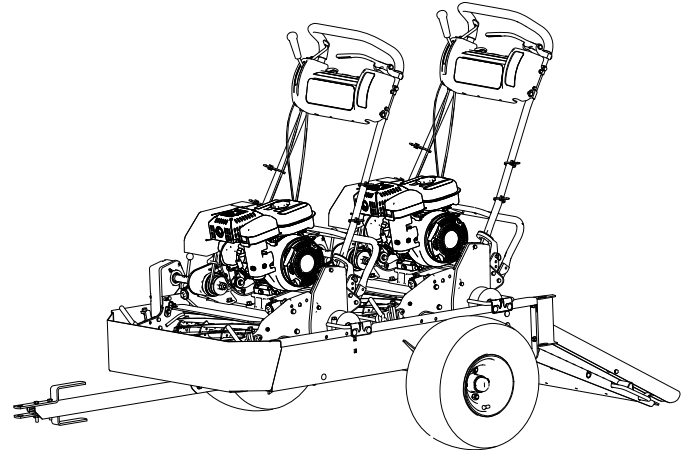

Figure 8
2. Abaissez les rampes de chargement, roulez les machines sur les rails puis bloquez les galets dans les butées (Figure 8).